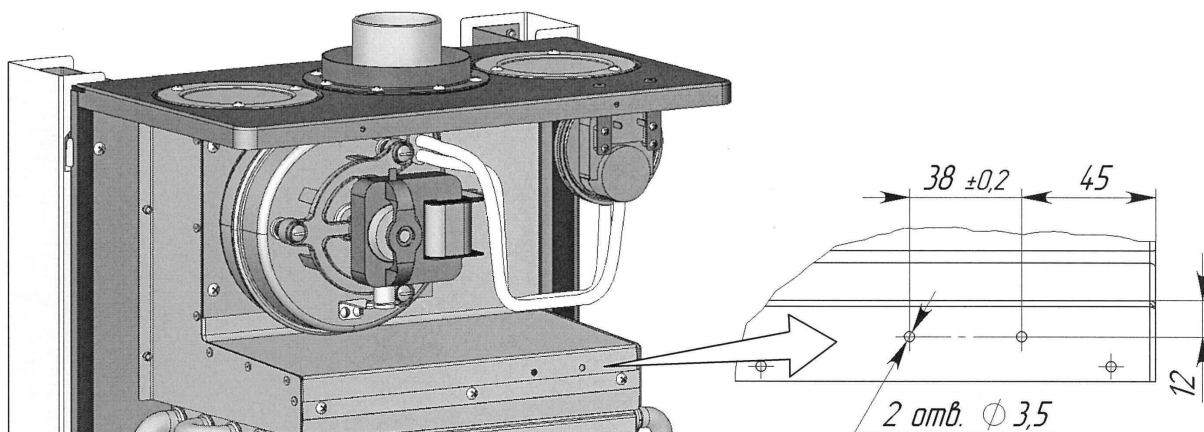

Рис. 1
3. Просверлить два отверстия в газоотводящем устройстве под винт Ph-4,2x9,5 DIN 7981 согласно рис. 1.